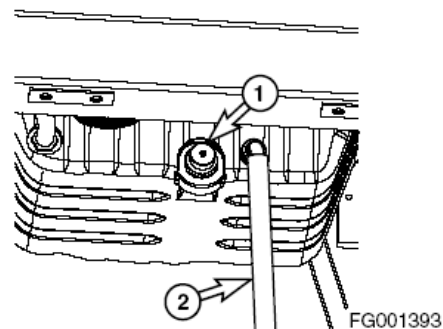

Рис. 49
1. Установить под двигатель большую емкость. Снять заглушку (1, рис. 49) и присоединить шланг для слива моторного масла. Отсоединить шланг (2) и установить крышку (1) на место.